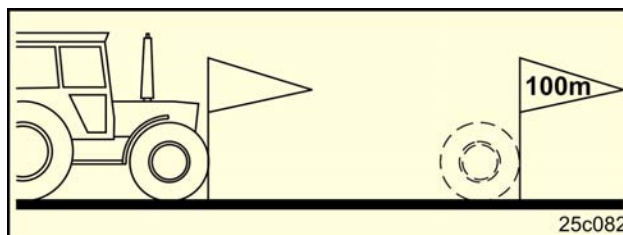

Fig. 24
- Mesurez avec précision dans le champ une distance de 100 m. Repérez le début et la fin du parcours (Fig. 24).